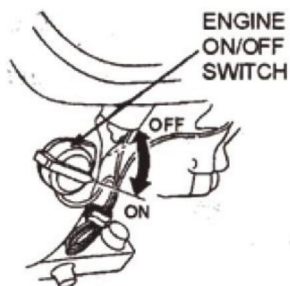

FIG.9
9.5 Placer l'interrupteur ON/OFF du moteur (FIG. 9) en position "ON".